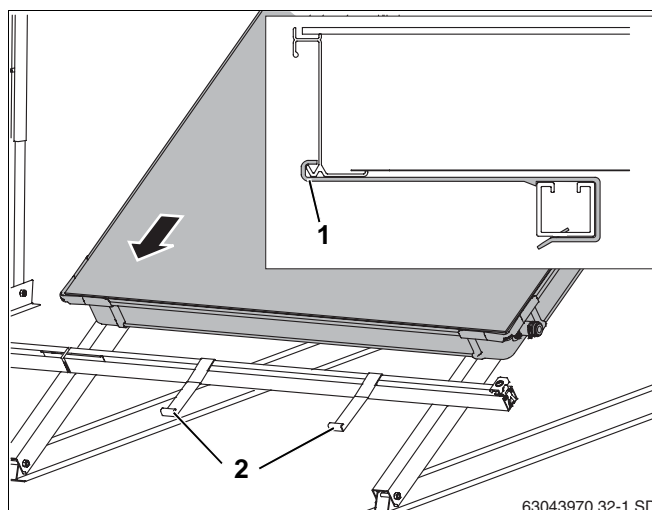

Bild 45 Lägg den första solpanelen på profilskenorna
- ▶ Lägg den första solpanelen på profilskenorna och låt den glida in i anti-glidskyddet (bild 45, **pos. 2**) (fig. 45).
Den nedre solpanelskanten måste ligga i anti-glidskyddets öppning (bild 45, **pos. 1**).